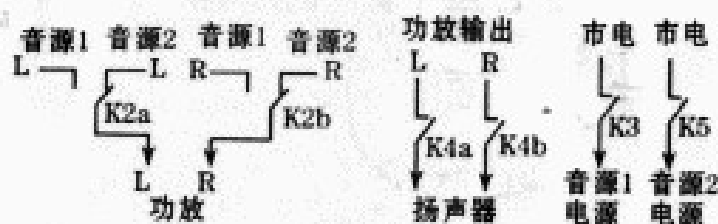

图2(a)
2. 音源选择：按开/选择键，IC2第⑩脚先输出低电平，使红色LED6点亮作电源接通显示，并使V4导通，K1得电吸合，将功放电源接通。3秒后第⑩脚恢复为高电平，第⑩脚转为低电平，使绿色LED7点亮作音源1接通显示，V5导通，使K2、K3得电吸合，接通图2(a)中的音源1信号和电源。因VD2作用，V4仍导通，使K1吸合接通功放电源。同时经VD8也使K4得电吸合接通扬声器。